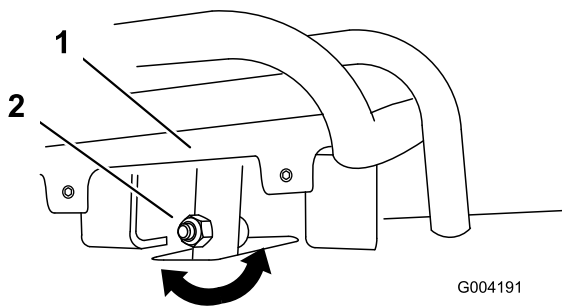
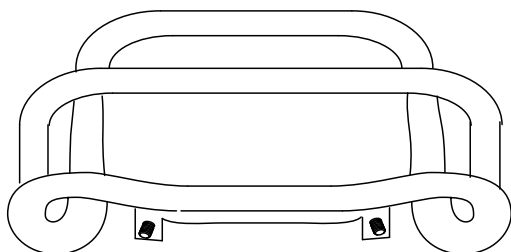

Figura 55
Figura 56
4. Si la parte delantera del control de tracción no queda enrasada con y paralela a la barra de referencia, afloje la tuerca con arandela prensada y el perno del tubo del control de tracción (Figura 55).
5. Ajuste el control de tracción hasta que quede enrasado con la barra de referencia al tirar del mismo hacia atrás del todo (Figura 55 y Figura 56).
- C. Afloje la tuerca con arandela prensada y el perno del tubo del control de tracción (Figura 55).
- I. Ajuste el control de tracción hasta que quede enrasado con la barra de referencia al tirar del mismo hacia atrás del todo (Figura 55 y Figura 56).